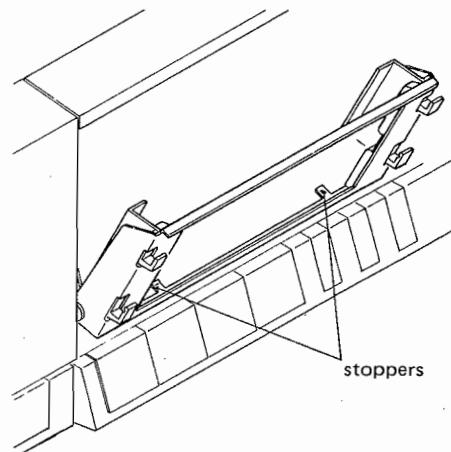

Fig. 4-9
- Head check jig A should be inserted with its edge set on the stoppers at the bottom of the cassette holder (Fig. 4-9).
- ヘッド治具Aはその底端部がカセット・ホルダのストップバにて支持されるように入れる（図4-9）